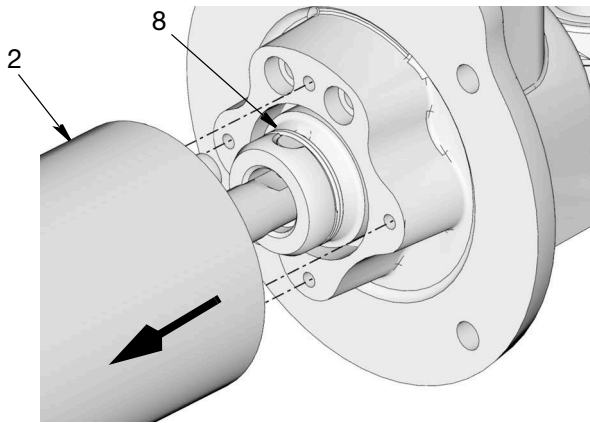

图 25
10. 向下拉泵适配器 (2)，以便可以触及固定弹簧 (8) (图 25)。